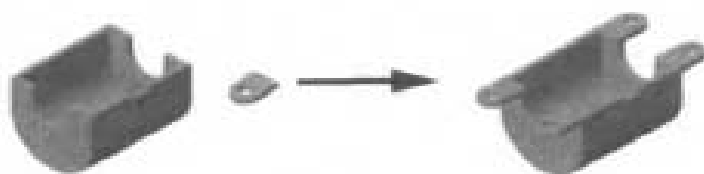

图 1-6 工具实体造型
- 工具实体：将一个实体作为工具使用来生成复杂的模型，如图 1-6 所示。